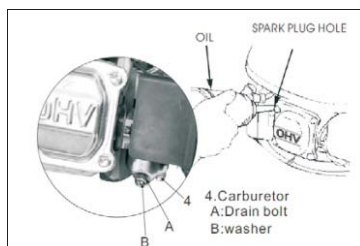

Fig. 13
3. Depois de todo o combustível ser drenado para dentro do recipiente; Recoloque o parafuso de drenagem e a anilha. Aperte firmemente o parafuso de drenagem. (Ver Fig. 13)